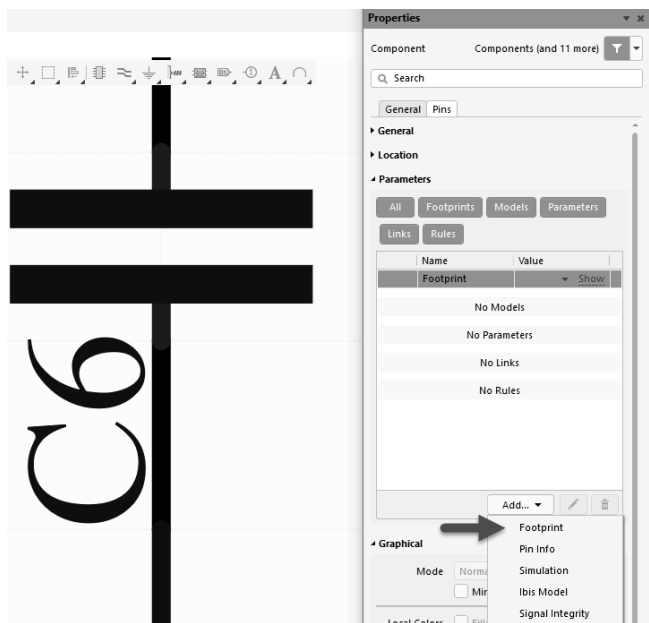

图 3-80 添加封装
(3) 或者在原理图编辑界面下，双击器件，在弹出的 Properties 面板中单击 Add 按钮，选择 Footprint 命令，如图 3-80 所示。然后重复步骤 (2) 即可。